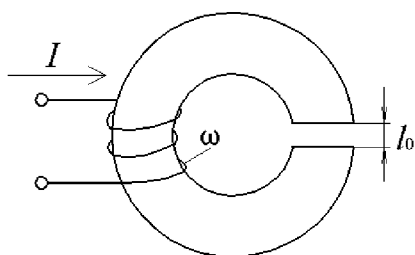

Рис. 5.12
5.2.61. Определить величину тока катушки (рис. 5.12), если магнитная индукция в воздушном